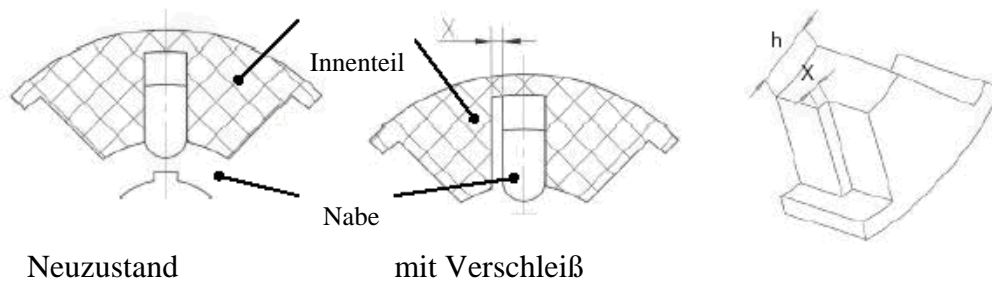

Bild.9 Prüfen des Innenteils auf Verschleiß
12.3.3) Entfernen Sie das elastische Innenteil und prüfen Sie ob Verschleiß vorliegt. Die zulässigen Werte finden Sie in Bild 9 und Tabelle 7. Tauschen Sie das Innenteil aus, sobald die Verschleißwerte erreicht sind.